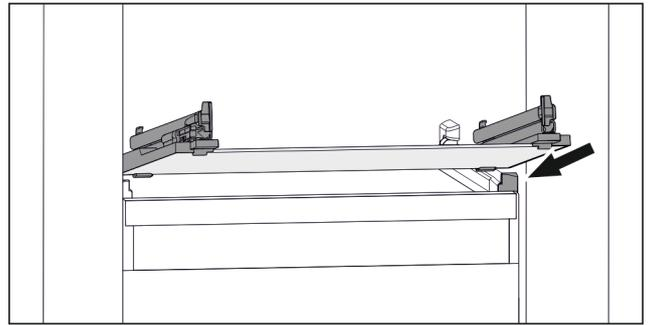

Fig. 101 Representación de la placa de vidrio a modo de ejemplo
- ▶ Coloque la placa de vidrio inclinada detrás de los topes. (consulte Fig. 101)